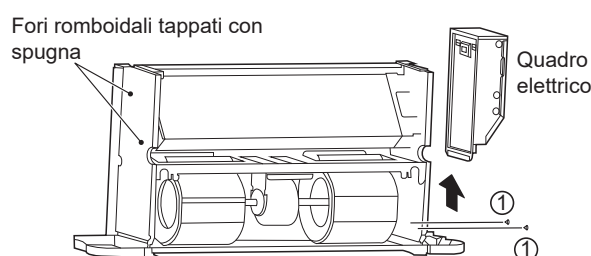

Figura 5-19 Rimozione del quadro elettrico e chiusura dei fori romboidali
- Rimuovere le viti come illustrato in Figura 5-19 ①*2 per estrarre il quadro elettrico.
Come illustrato in Figura 5-19, tappare i fori romboidali sulla placca laterale (la placca senza tubi di ingresso e uscita) con spugna.